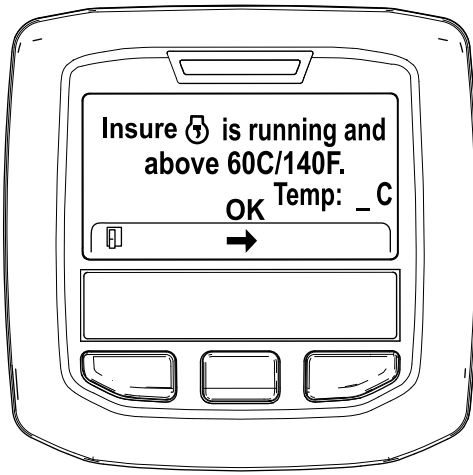

Figure 33
5. Si la température du liquide de refroidissement est inférieure à 60 °C, le message « Insure is running and above 60C/140F » (vérifier que *** fonctionne et est supérieure à 60 °C/140 °F) s'affiche (Figure 33).